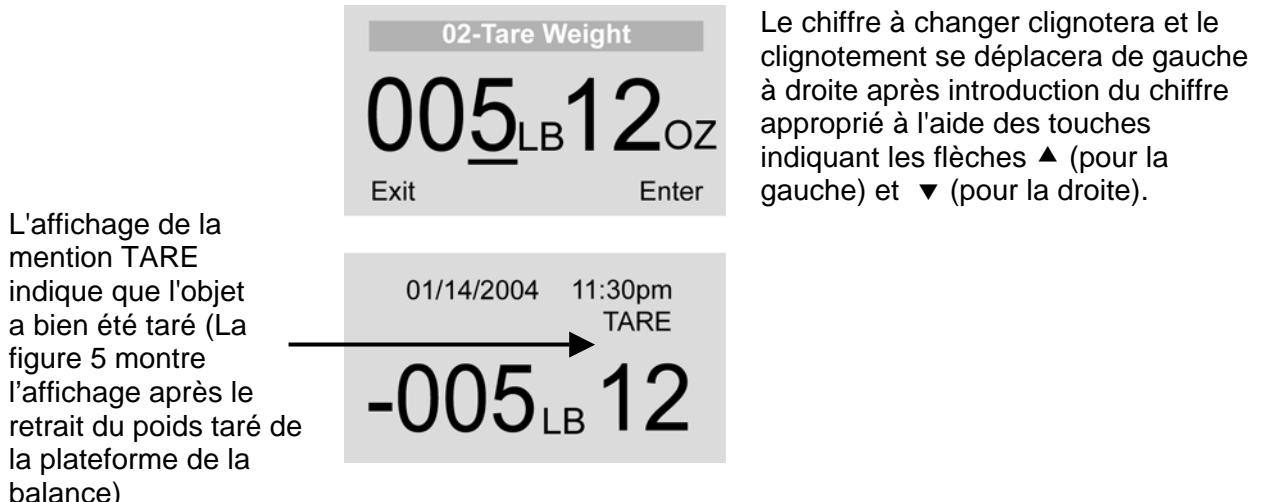

Figure 5. Poids de la tare
L'utilisateur peut régler le poids d'une tare grâce à la touche correspondante (TARE) - (9) tandis q'un objet se trouve posé sur la plateforme de la balance. L'affichage se mettra à zéro et la mention TARE sera affichée pour indiquer qu'une valeur de tare est mémorisée (comme le montre la Figure 5 ci-dessus).